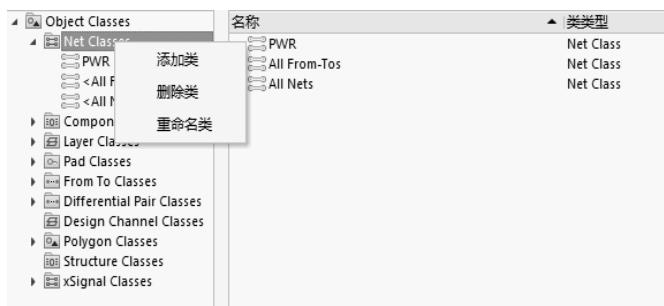

图 10-3 添加类、删除类与重命名类
- (1) 执行菜单命令“设计-类”（快捷键“DC”），进入类管理器，选中“Net Classes”。
- (2) 在“Net Classes”上单击鼠标右键，可以创建（添加）类、删除类和重命名类，如图 10-3 所示，这里添加一个类，并命名为“PWR”。